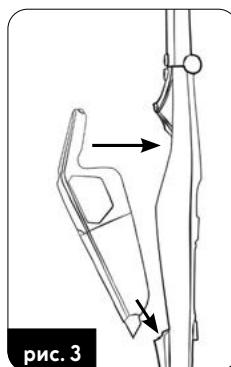

рис. 3
- Установите пылесос (5) в блоке держателя (2), как показано на рисунке (рис. 3).